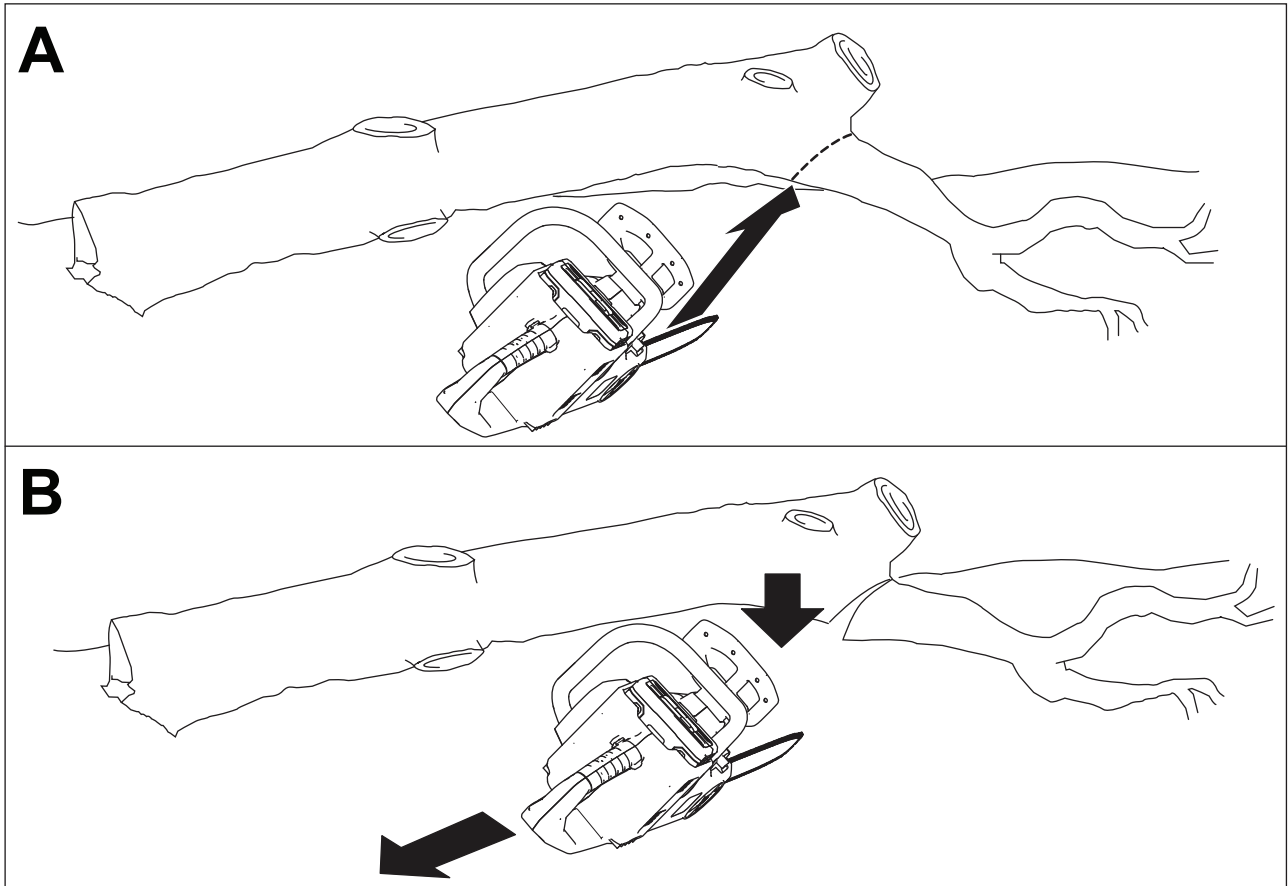

Bild 18
3. Schneiden Sie die größeren Äste, die das Gewicht des Baums abstützen, von unten nach oben ab, damit die Äste nicht das Sägeblatt einklemmen (**Bild 18**).